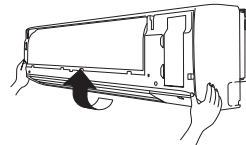

Fig. 3-86
- Eleve la rejilla en la dirección que muestra la flecha, y tire de la rejilla hacia su posición para extraerla. (Fig. 3-86)